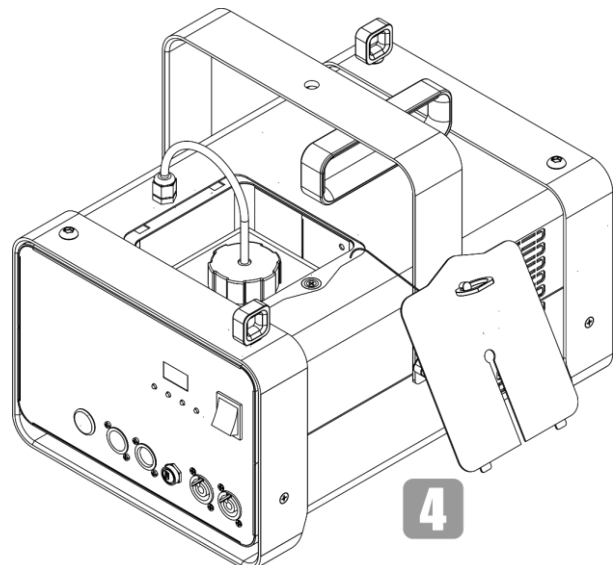

Fig. 12
- 04) Posizionare il coperchio di servizio vicino al dispositivo, come mostrato nella Fig. 12.